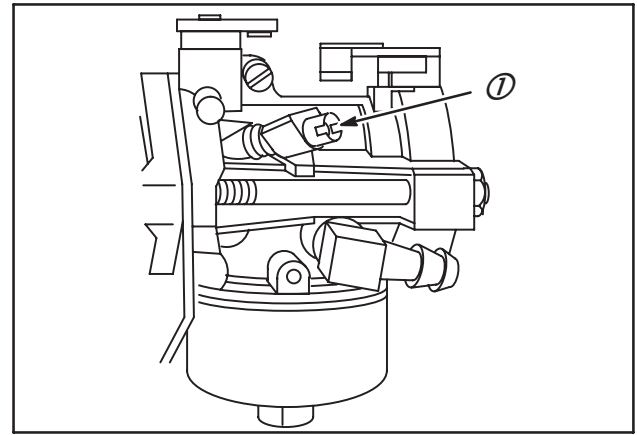

Fig. 121
7. Installer la coiffe de butée (1) en position médiane, si elle est prévue, Fig. 121.